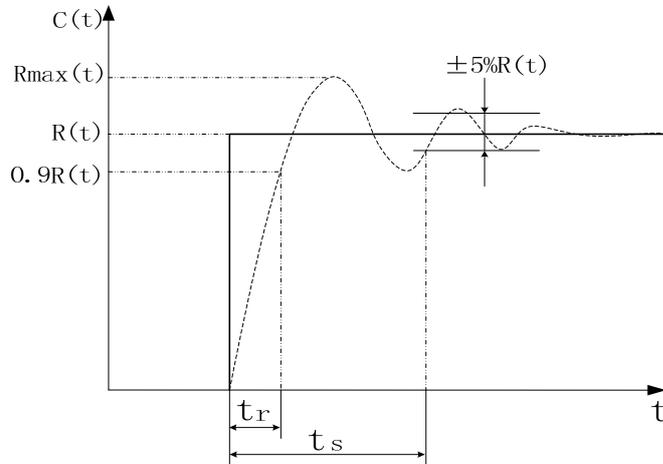

图 1.7 伺服动态响应曲线
**伺服系统动态响应特性：**指给定或负载变化时伺服系统的反应速度、动态控制误差和稳态控制误差。图 1.7 是伺服系统给定阶跃信号的响应特性图（实线为给定信号，虚线为伺服系统的输出信号，下同）：